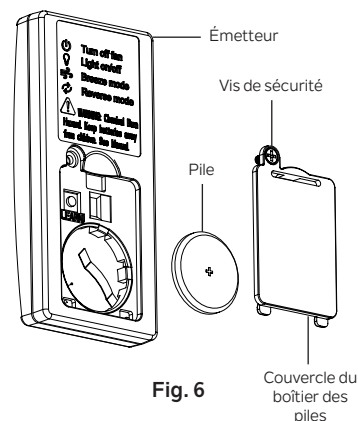

Fig. 6
Étape 1. Pour retirer ou remplacer la pile bouton CR2032 de 3 V, retirez la vis de sécurité et le couvercle du compartiment de la pile situés à l'arrière de l'émetteur pour accéder au compartiment de la pile. (Fig. 6)